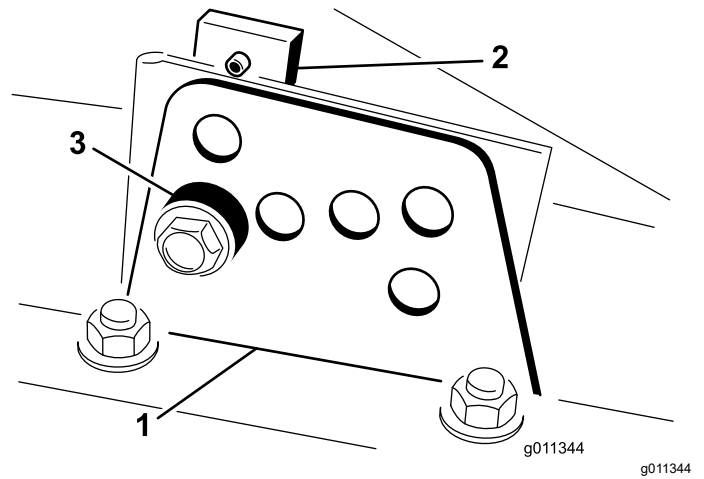

Figura 25
2. Afloje el perno que sujeta cada soporte de altura de corte a la pletina de altura de corte (delante y en cada lado), tal y como se muestra en la Figura 25.
4. Sujetando la cámara, retire el espaciador (Figura 25).